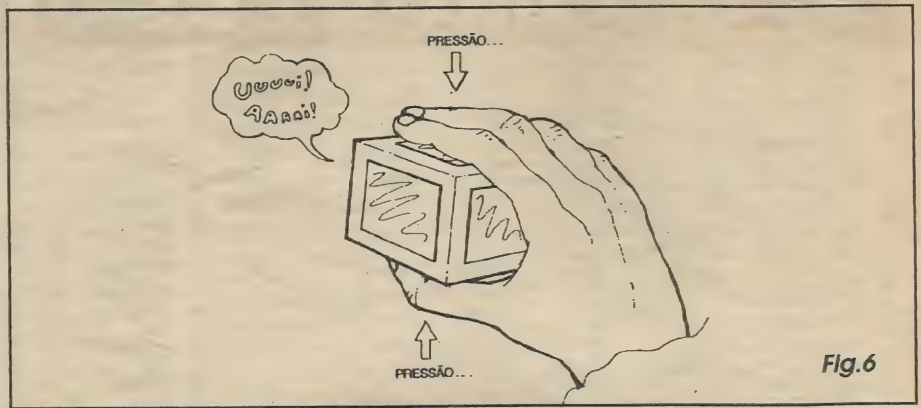

Fig. 6
- **FIG. 6 - FAZENDO DÓI-DÓI NO CUBÃO...** - Nessas alturas do campeonato, vocês já estarão com uma baita vontade de *fazer dói-dói no cubão*, não é...? É fácil (e a *coisa* foi estruturada de modo que, mesmo para uma pessoa *não avisada* dos procedimentos - e aí está a parte mais interessante - será praticamente intuitivo o modo de segurar o **CUBÃO** e gerar o efeito progressivo do *gemido*, cada vez mais agudo na medida da pressão exercida...!): ao segurar uma forma cúbica com as dimensões do **CUBÃO DÓI-DÓI**, é praticamente inevitável que a pessoa o faça na condição mostrada na figura, mantendo o polegar numa das faces do sólido, e três ou quatro dedos na *face oposta*...! Pela organização elétrica dos contactos, no interior, será então forçoso que se estabeleça um caminho resistivo (pela própria pele da pessoa, normalmente em valores que vão de 100K até mais de 1M...) através de um dos ramais (A-B-C) já mostrados (rever esquema, na **FIG. 1**). Assim que a pessoa pega o **CUBÃO**, este começa - imediatamente, a *gerner*, num tom mais ou menos grave e baixo (que variará muito, em função de qual conjunto de faces está sendo tocado, e da própria momentânea resistência da pele da mão da dita pessoa - que varia também em função da umidade ambiente, da idade da pessoa e do nível de transpiração presente na sua pele; etc.)... Se a pessoa mudar o cubo de posição na sua mão (agarrando-o por outro conjunto oposto de faces...), imediatamente o som também mudará (para mais grave ou para mais agudo...). Se for exercida pressão com a mão, *apertando* as faces do cubo, o tom do *gemido* também mudará, para uma frequência cada vez mais alta, até parecer um gritinho...! As manifestações serão